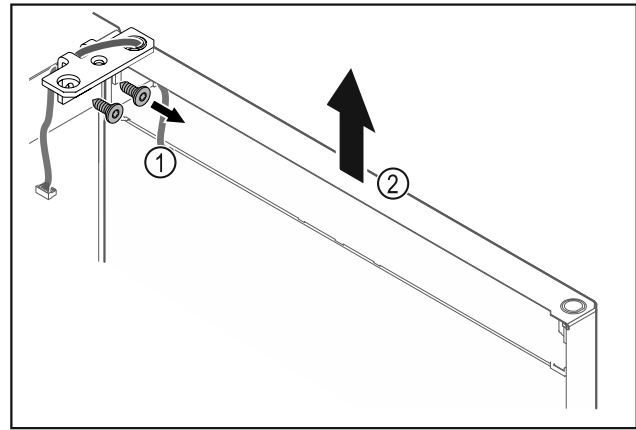

Fig. 21
- Skruva av gångjärnsfästet Fig. 21 (1).
- Lyft dörren rakt uppåt med gångjärnsfästet Fig. 21 (2) ca 200 mm och ta av den.